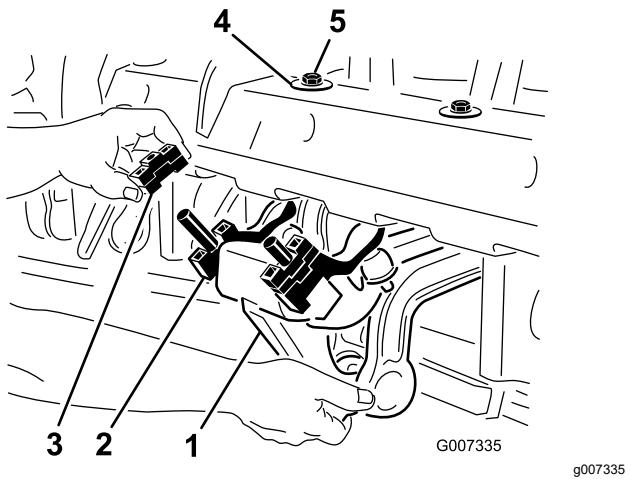

Figura 26
1. Retire las 2 contratuerca (½") que sujetan el conjunto de amortiguación Rotalink a la parte inferior del bastidor del cabezal de perforación (Figura 26).
2. Baje el conjunto de amortiguación para tener acceso a los espaciadores (Figura 26).
4. Vuelva a montar el conjunto de amortiguación en el bastidor del cabezal de perforación. Asegúrese de instalar la arandela D contra el bastidor del cabezal de perforación, como se muestra en la Figura 26. Apriete las 2 contratuercas.